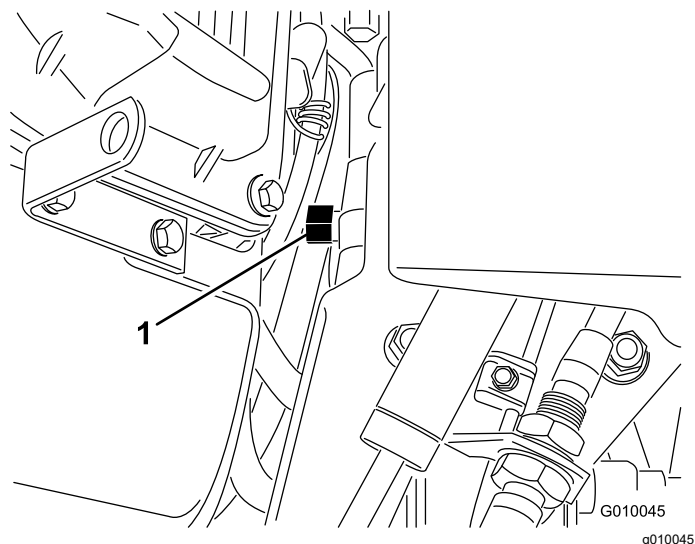

Figure 29
2. Localisez la vanne de dérivation entre le moteur et la pompe hydrostatique (Figure 29).
3. À l'aide d'une clé de 5/8 pouce, tournez la vanne de dérivation d'un tour dans le sens antihoraire. Cela permet au liquide hydraulique de contourner la pompe et aux roues de tourner (Figure 29).
5. Pour remettre la machine en service, tournez la vanne de dérivation d'un tour dans le sens horaire (Figure 29).